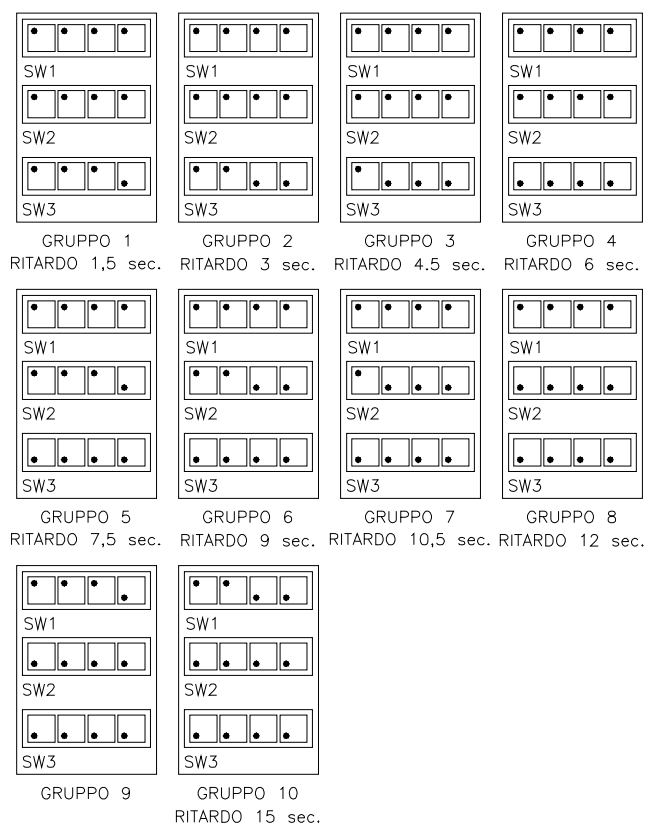

FIG. 4a - TABELLE LUMINOSE SDD - SCHEDA ELETTRONICA E897 - PROGRAMMAZIONE DIP-SWITCHES PER LIMITARE IL SOVRACCARICO DEL REGOLATORE ALL'AVVIAMENTO (237)
Per il settaggio della scheda E897 fare riferimento alle Fig. 4a.
- k. A questo punto è necessario programmare la scheda E897. La programmazione dovrebbe essere fatta in modo tale da suddividere le tabelle inserite sullo stesso circuito serie in dodici gruppi, ciascuno di potenza totale il più possibile uguale. I gruppi di tabelle verranno collegati all'unità regolatrice una alla volta, con un ritardo fra un gruppo ed il successivo di circa 1,5 sec in modo da limitare il sovraccarico della macchina all'avviamento. Per come suddividere le tabelle nei gruppi, programmare i dip-switches come in Fig. 4a.